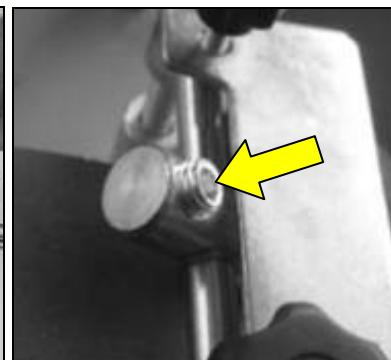

Fig 15
**Remarque:** Vous pouvez régler la hauteur de la pointe diamant en vissant ou dévissant la vis 6 pans creux (Fig 15).